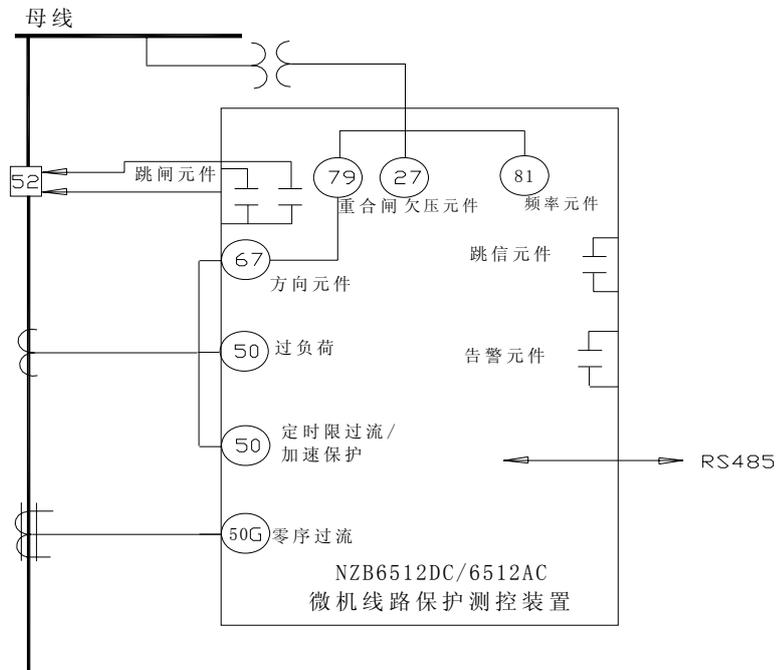

图2: NZB6512DC/ NZB6512AC功能配置图
**1.3.2 Nzb6512DC/ Nzb6512AC微机线路保护测控装置，功能配置见图2**